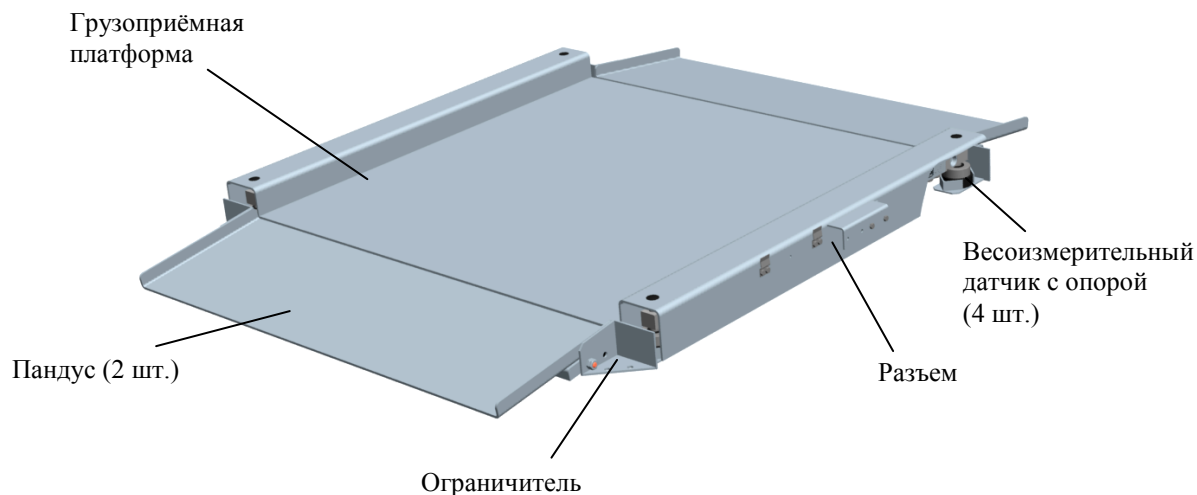

Рис. 4.1 - Модуль взвешивающий 4D-LA
4.1.1 Модуль состоит из весовой платформы, на которой установлены четыре цифровых весоизмерительных датчика, и пандусов (Рис. 4.1).